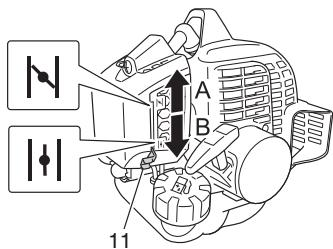

Fig. 10
- (3) Ajuste la palanca del estrangulador (11) en la posición de arranque START (cerrado) (A). (Fig. 10)
- (5) Cuando escuche el amago de arranque del motor, devuelva la palanca del estarter a la posición RUN (abierto) (B). (Fig. 10)